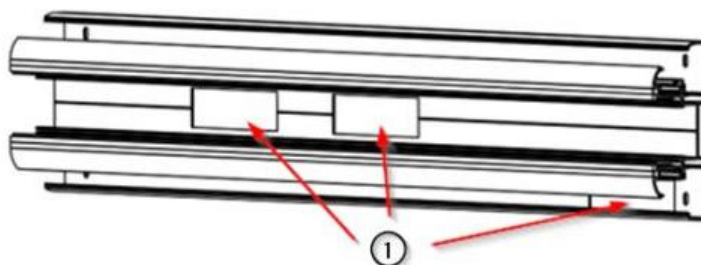
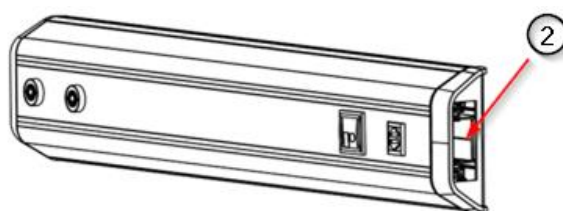

Fig. 1 Connexions d'alimentation à l'arrière de l'appareil
Fig. 2 Connexions d'alimentation sur les côtés de l'appareil
Il y a deux possibilités quant à l'emplacement de ces entrées, elles peuvent être situées à l'arrière de l'équipement ① comme le montre la figure 1 ou elles peuvent entrer par les côtés ② comme le montre la figure 2.